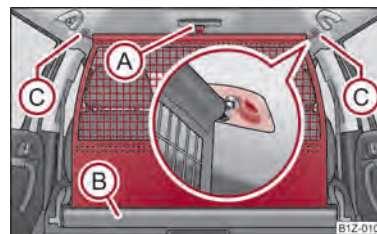

Fig. 64 Sortir le filet de séparation pour bagages
- Sortez le filet de séparation du boîtier (B) en le tirant au niveau de la bride (A) ⇒ fig. 64.
- Mettez la tige transversale dans l'appui (C) d'abord sur un côté et poussez-la vers l'avant.
- De la même manière, fixez la tige transversale de l'autre côté du véhicule, appuyez (C).